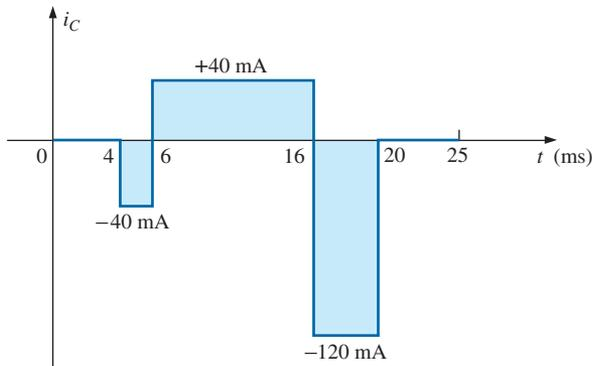

Figura 10.117 Problema 46.
46. Dada a forma de onda mostrada na Figura 10.117 para a corrente em um capacitor de $20\ \mu\text{F}$, esboce a forma de onda da tensão v_C entre os terminais do capacitor se $v_C = 0\ \text{V}$ em $t = 0\ \text{s}$.